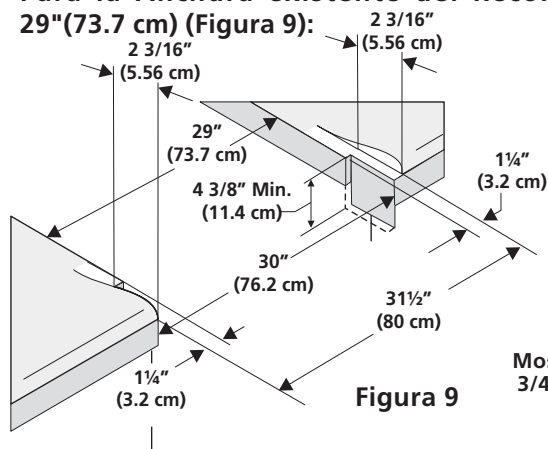

Figura 9
- Para la Anchura existente del Recorte de el 29"(73.7 cm) (Figura 9):**